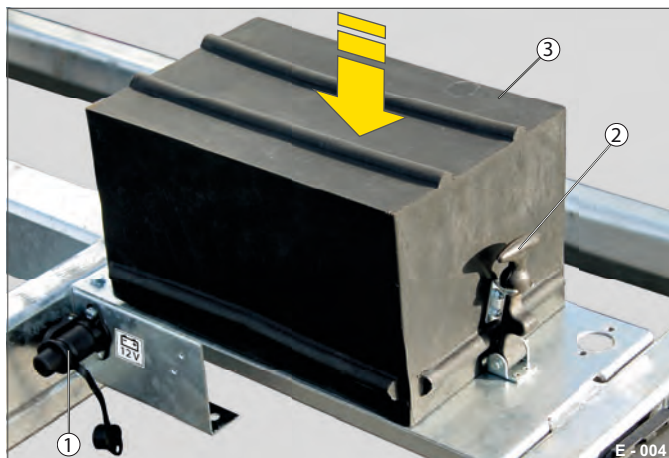

Fig. 4 Batteri tildækket/sikret
- ▶ Tildæk batteriet med afdækningen (Fig. 4 /3).
- ▶ Sæt gummilukkeanordningerne (Fig. 4 /2) på lukkebeslagene. Batteriet er tildækket og sikret (se Fig. 4).